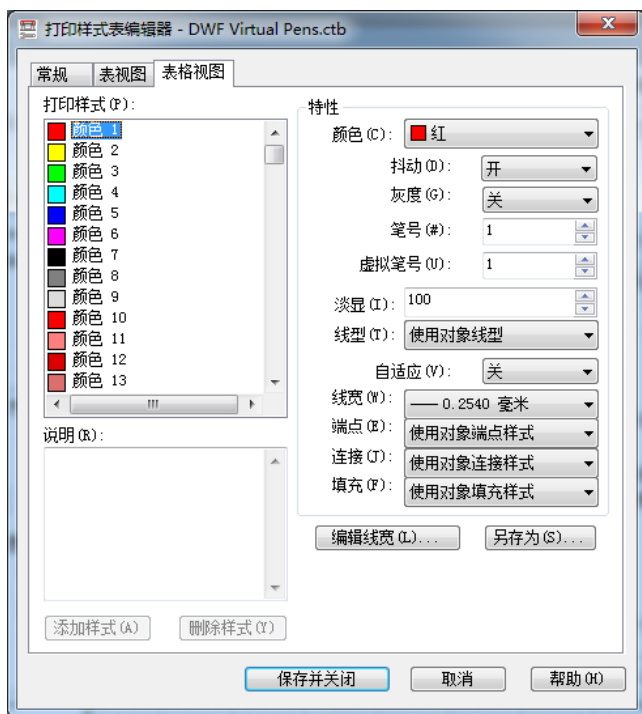

图 12-4 “打印样式表编辑器”对话框
- 打印样式表：为当前的布局指定打印样式和打印样式表。在下拉列表框中选择一个打印样式后，单击“编辑”按钮可以打开如图 12-4 所示的“打印样式表编辑器”对话框，查看或修改打印样式。